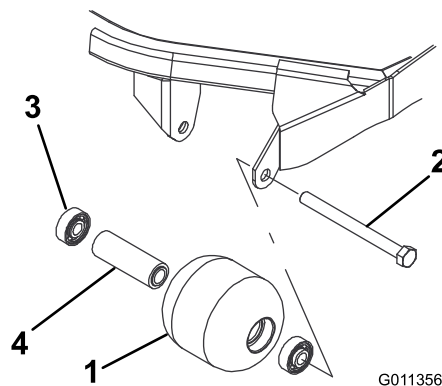

Figure 71
1. Retirez le boulon de fixation du galet (Figure 71).
4. Vérifiez l'état du logement de roulements, des roulements et de l'entretoise de roulements (Figure 71). Remplacez les composants endommagés et procédez au remontage.
1. Enfoncez le premier roulement dans le logement à la presse (Figure 71). Exercez la pression uniquement sur la bague extérieure ou uniformément sur les bagues intérieure et extérieure.
2. Insérez l'entretoise (Figure 71).
3. Enfoncez le second roulement dans le logement (Figure 71) en exerçant une pression uniforme sur les bagues intérieure et extérieure jusqu'à ce que la bague intérieure rencontre l'entretoise.